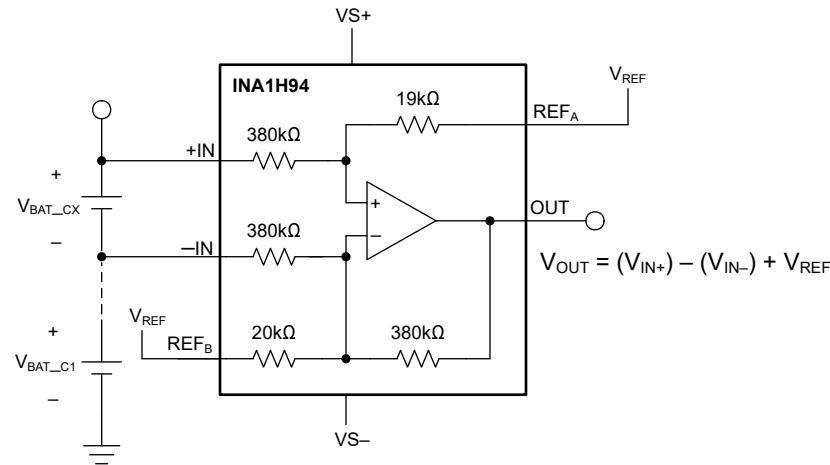

图 1-1. INA1H94 简化版应用
INA1H94-SP 采用 HKX-8 封装，提供 QML V 类 (QMLV) 或工程样片 (EM) 版本。图 1-1 显示了经过简化的方框图。如需了解更多器件信息，请参阅 INA1H94-SP 耐辐射高共模电压差动放大器数据表。